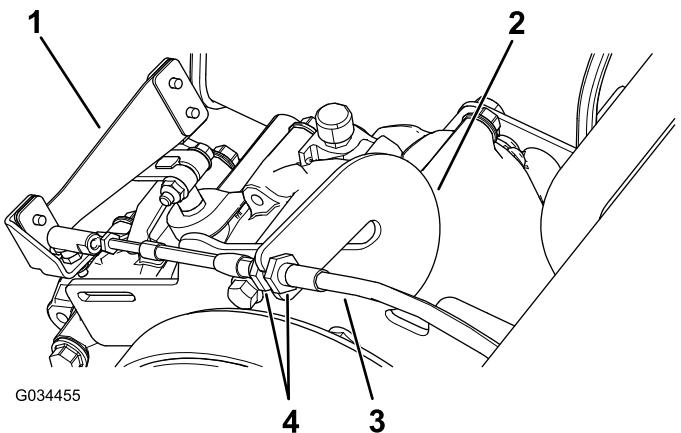

Рисунок 59
- Ослабьте контргайки на тросе переключения передач и отрегулируйте их при необходимости (Рисунок 59).
- Проверьте положение переключения передач, повернув рычаг переключения передач в три различных положения и проверив правильность перемещения рычага переключения передач (Рисунок 59) при их переключении; см. Рычаг и индикатор переключения передач (страница 15).